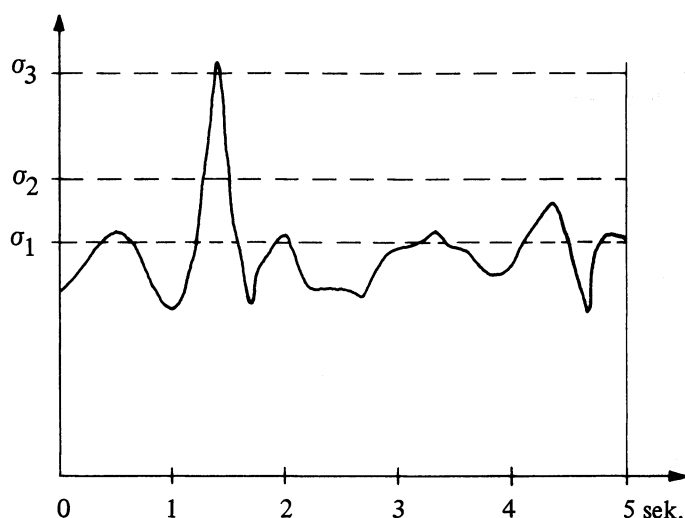

Fig. 5. Sigma - meterkredsløb ( $\sigma$ ).
Der kan med omskifteren for meterkredsløbet (7) vælges mellem  $\sigma 1$  (32%),  $\sigma 2$  (4,5%) og  $\sigma 3$  (0,26%). Ønskes der f.eks. målt efter  $\sigma 2$  (se fig. 5) anvendes følgende procedure: